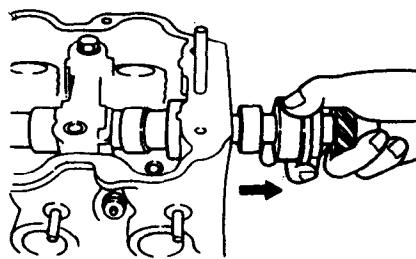

图 1-11 抽出凸轮轴
⑤从发动机后端抽出凸轮轴(图 1-11)。
⑥用气门弹簧钳压缩气门弹簧,取下气门卡片;松开气门弹簧钳,取下气门弹簧座、气门弹簧、气门杆油封,抽出气门。所拆下的各零件按顺序分组放好。